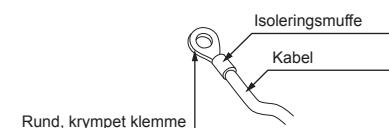

Fig. 6-2
- Brug runde, krympede klemmer til klembrættet til indendørs-/udendørsenheden og det valgfrie strømforsyningssklemmesæt. [Fig. 6-2]